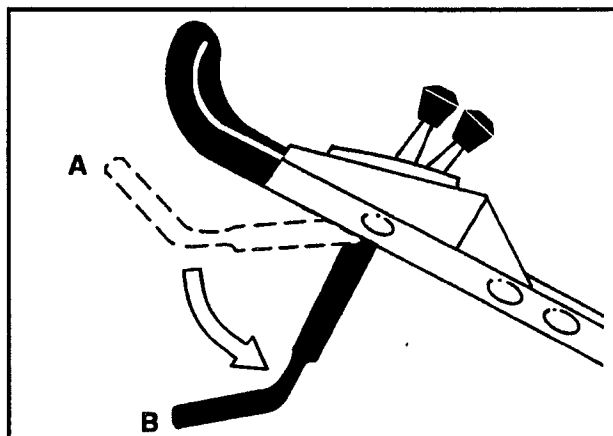

Figure 13
2. Abaissez la barre de commande jusqu'à sa position la plus basse (fig. 13, position B).